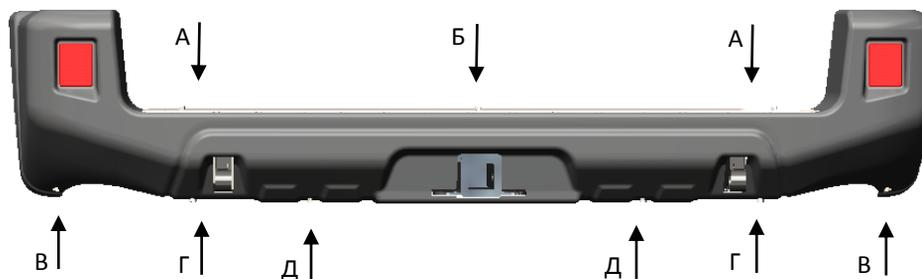

Рис.1
2. Снять упаковку с изделия и отсоединить металлический каркас от композитного бампера, вывернув болты А, Б, В, Г и Д (рис.1).
8. Установить композитный бампер на металлическом каркасе в местах А и Б - винтами Torx М8х30\*, в местах В, Г и Д - болтами М8х30\*. (рис.1)